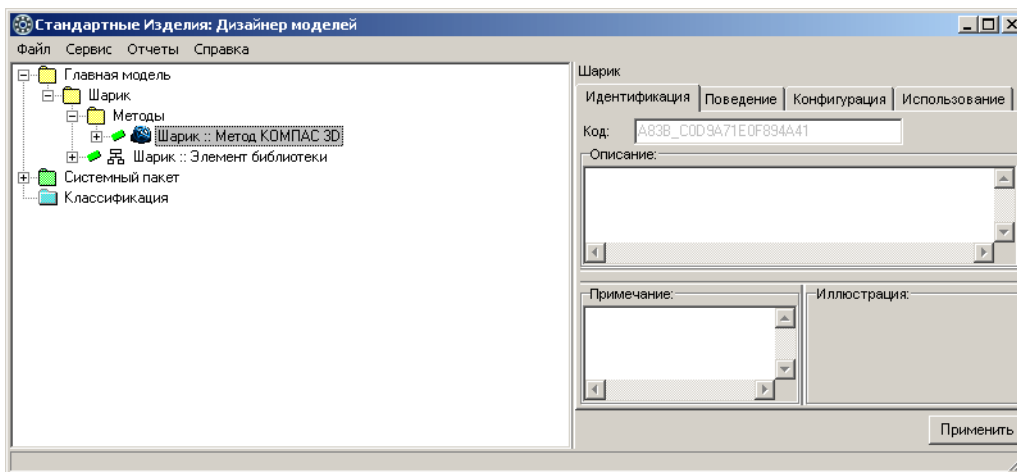

Рис. 3.17.
2. Введите название метода – *Шарик*, после чего нажмите клавишу **<Enter>**. Метод *Шарик :: Метод КОМПАС 3D* будет добавлен в список методов (рис. 3.17).